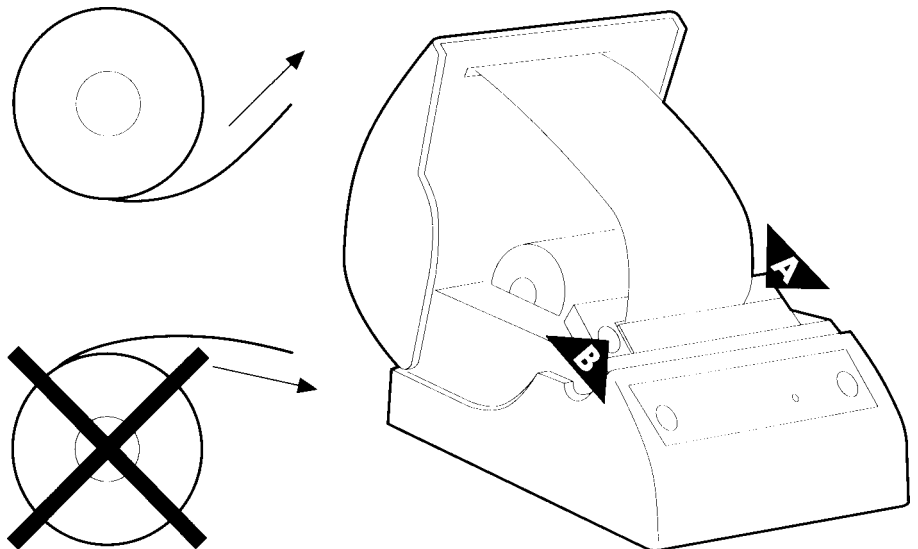

Bild 1
1. Deckel öffnen, Reste der alten Rolle entfernen. Die neue Papierrolle mit dem Papierende nach unten in die dafür vorgesehene Öffnung legen (siehe Bild 1).